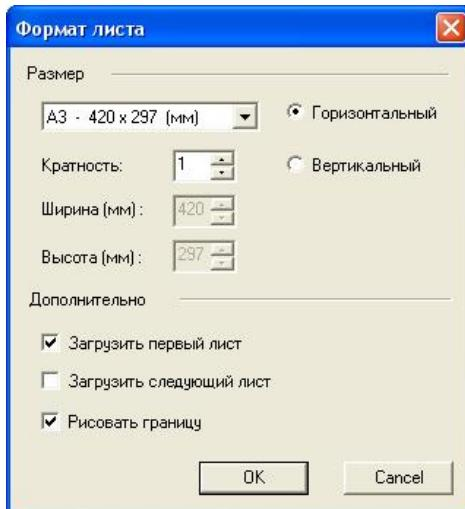

Рисунок 3. Выбор формата листа
- Выберите команду "Формат листа" из меню "Режим". Появится диалог "Формат листа(рис. 3)".